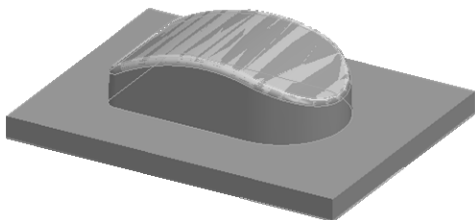

图 5-37 打开模型文件
2) 单击“打开”对话框中的“打开”按钮，将该文件打开，如图 5-37 所示。